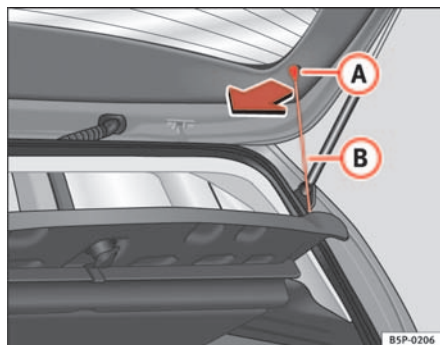

Fig. 121 Bandeja portaobjetos
- Desenganche los tirantes ⇒ fig. 121 **B** de los alojamientos **A**